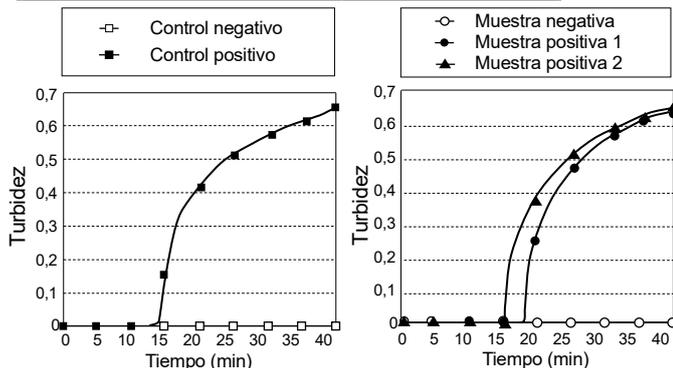

Fig. 1 : Gráficas de amplificación correspondientes a los controles. Fig. 2 : Gráficas de amplificación correspondientes a las muestras.
- (1) Configure el turbidímetro en tiempo real HumaTurb C+A para la detección con este producto.
- (2) Compruebe si la temperatura mostrada en la pantalla alcanza los 65,0 °C (deje que el turbidímetro se caliente durante 20 minutos antes de utilizarlo).
- (3) Coloque los tubos de reacción e inicie el análisis.
- (4) Observe la pantalla del turbidímetro para comprobar si los controles positivo y negativo presentan un aumento de la turbidez. Si la turbidez aumenta en el control positivo, pero no en el control negativo, la reacción de amplificación está teniendo lugar correctamente (Fig. 1). De lo contrario, la reacción de amplificación podría tener lugar de manera incorrecta. Si este fuera el caso, vuelva a analizar las muestras afectadas.
- (5) Confirme la finalización de la inactivación de la polimerasa (completada automáticamente por el turbidímetro). Retire todos los tubos de reacción del turbidímetro en tiempo real HumaTurb C+A y deséchelos sin abrirlos.
Una vez se haya confirmado que la turbidez aumenta en el control positivo, pero no en el control negativo, evalúe las muestras atendiendo a los siguientes criterios (Figs. 1 y 2).